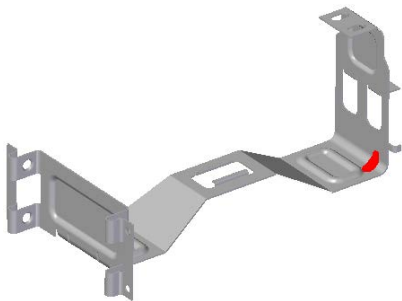
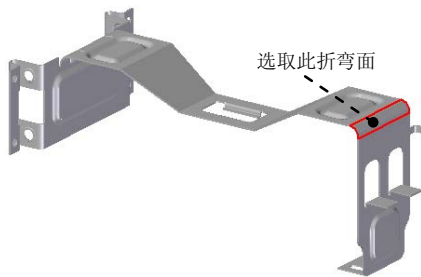

图 8.11.86 加固板特征 3
图 8.11.87 定义放置折弯
(5) 定义加固板放置类型。在“加固板”命令条中单击“加固板放置步骤”按钮 ; 在“阵列类型”下拉列表中选择 **单一** 选项, 在 **距离**: 文本框中输入值 11, 并按 Enter 键。
(6) 单击命令条中的 **完成** 按钮, 完成特征的创建。
Step40. 创建图 8.11.86 所示的加固板特征 3。
(1) 选择命令。在“主页”功能选项卡中“钣金”工具栏中单击 **凹坑** 按钮, 选择  加固板命令。
(2) 定义加固板轮廓形状。在“加固板”命令条中单击  按钮, 在“加固板选项”对话框 **加固板轮廓** 区域选中 **自动轮廓(A)** 单选项; 在 **深度(D)**: 文本框中输入值 5; 在 **加固板形状** 区域选中 **倒圆(R)** 单选项。
(3) 定义加固板参数及倒圆。在“加固板选项”对话框中的 **拔模角(T)**: 文本框中输入值 0, 在 **宽度(W)**: 文本框中输入值 3; 在 **倒圆** 区域选中 **包括倒圆(C)** 复选框, 在 **凸模半径(R)**: 和 **凹模半径(R)**: 文本框中均输入值 0.5, 单击 **确定** 按钮。
(4) 定义放置折弯。在系统 **单击沿其放置加固板的折弯** 的提示下, 选取图 8.11.87 所示的模型表面为放置面。